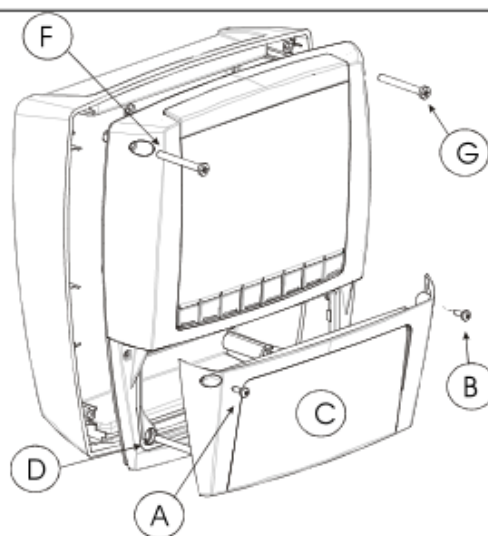

FIG. 2
8. Die Verdrahtung an den Klemmen vornehmen. Danach die Front wieder schließen (Bild 2, c) und mit den Schrauben befestigen.